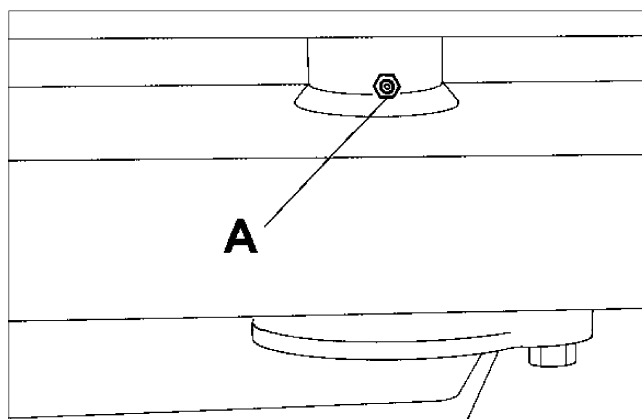

Fig.32
- (c) Rear axle centre pivot (A Fig.32).
- (e) Pivot central de l'essieu arrière (Fig. 32 "A").